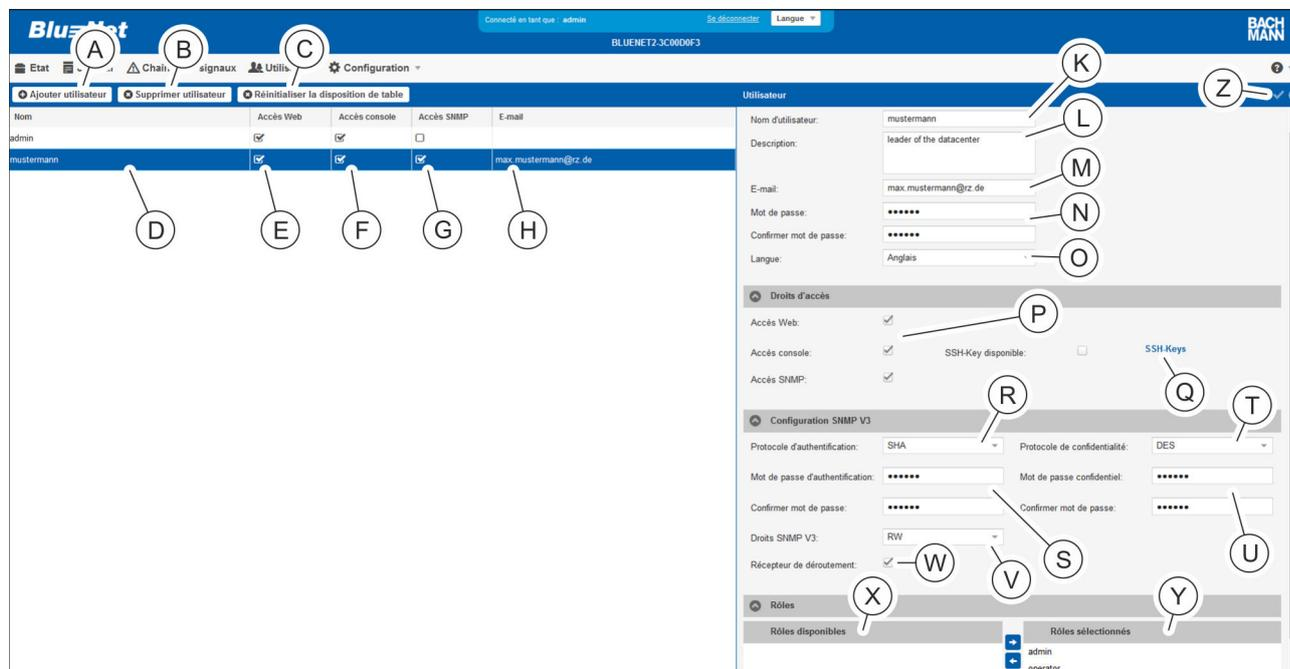
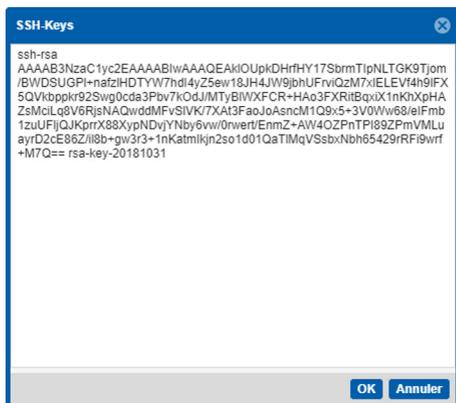

Fig. 136 : Menu « Utilisateur »
Fig. 137 : Ajout d'un code SSH
2. ➤ Appuyer sur le bouton « Ajouter utilisateur » (Fig. 136 /Ⓐ) pour créer un nouvel utilisateur.
Pour modifier un utilisateur existant, sélectionner l'utilisateur approprié dans la liste (Fig. 136 /Ⓑ).
3. ➤ Saisir le nom d'utilisateur (Fig. 136 /Ⓜ).
4. ➤ Si nécessaire, saisir une description de l'utilisateur (Fig. 136 /Ⓜ).
5. ➤ Saisir l'adresse e-mail (Fig. 136 /Ⓜ).
6. ➤ Saisir et confirmer le mot de passe pour l'accès au PDU (Fig. 136 /Ⓜ).
7. ➤ Sélectionner la langue (Fig. 136 /Ⓜ).
8. ➤ Attribuer les droits d'accès « Accès Web », « Accès console » et/ou « Accès SNMP » au moyen des cases à cocher correspondantes (Fig. 136 /Ⓜ).
9. ▶ Le bouton « SSH-Keys » permet d'enregistrer des codes SSH pour les connexions SSH (Fig. 136 /Ⓢ). Copier un ou plusieurs codes SSH dans la fenêtre « SSH-Keys » (Fig. 137) et confirmer avec le bouton « OK » .
10. ▶ Si nécessaire, choisir un protocole d'authentification dans la zone « Configuration SNMP V3 » (Fig. 136 /Ⓢ).
11. ▶ Saisir et confirmer le mot de passe d'authentification (Fig. 136 /Ⓢ).
12. ▶ Si nécessaire, choisir un protocole de confidentialité (Fig. 136 /Ⓢ).
13. ▶ Saisir et confirmer un mot de passe confidentiel (Fig. 136 /Ⓢ).
14. ▶ Attribuer les droits SNMP V3 (Fig. 136 /Ⓢ).
15. ▶ Cocher la case « Récepteur de déROUTement » si l'utilisateur doit pouvoir être disponible comme récepteur de déROUTement (Fig. 136 /Ⓢ).
- 16.** Dans le champ « *Rôles disponibles* » (Fig. 136 /⊗), sélectionner un rôle d'utilisateur et appuyer sur le bouton « → » pour le déplacer dans le champ « *rôles sélectionnés* » (Fig. 136 /⊙)..
- 17.** Appuyer sur le bouton « *Enregistrer* » (Fig. 136 /⊗) pour enregistrer les paramètres.
Pour supprimer un utilisateur existant, sélectionner l'utilisateur désiré (Fig. 136 /Ⓢ) et cliquer sur le bouton « *Supprimer utilisateur* » (Fig. 136 /Ⓢ). Une boîte de dialogue apparaît alors et comporte une question qui doit être confirmée.